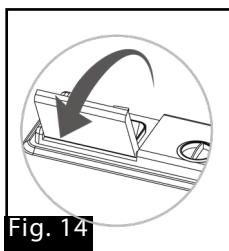

Fig. 14
2. Le couvercle s'ouvrira par un ressort (Fig. 14).